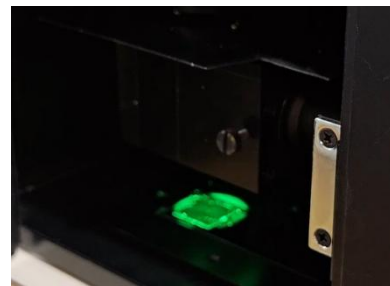

図2 PepTenCam(動画0:46)
6. 蛍光画像を測定する (励起531 nm 蛍光593 nm) (図2)。rawデータ (PepTenCam使用の場合は.sif形式) およびTIFF画像データを保存する。